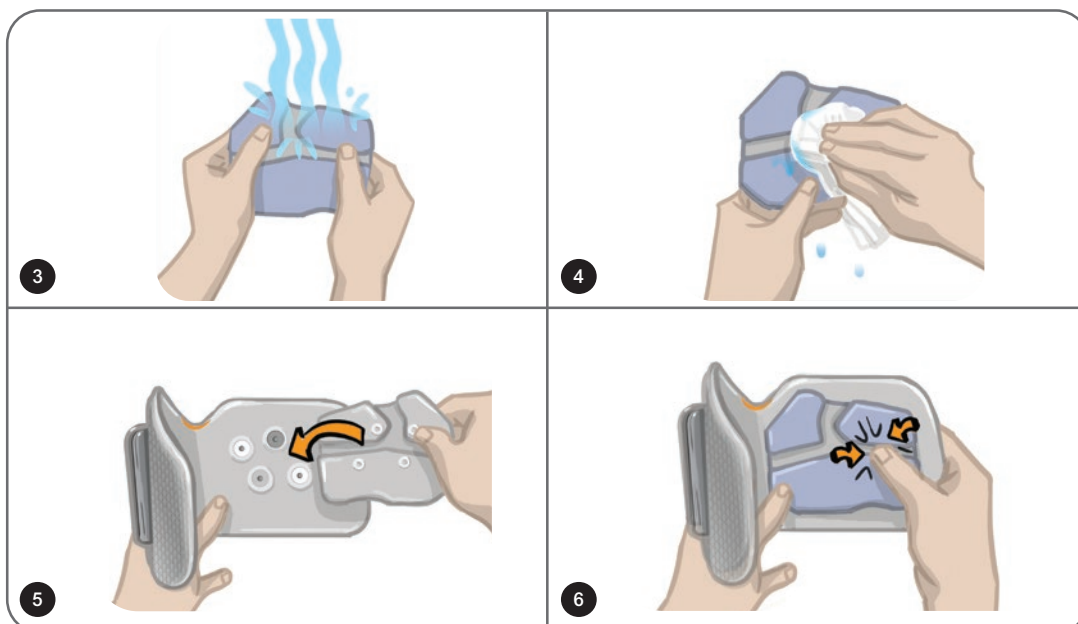

Ilustración 8-12: Ajuste del Electrodo Steering
**Para ajustar el electrodo Steering (consulte la ilustración 8-12):**